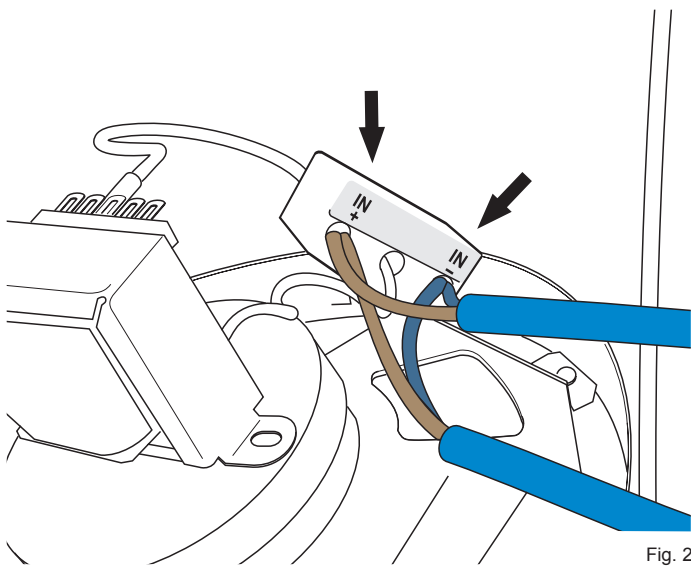

Fig. 2
- A) togliere la vite (A);
- D) collegare le terminazioni della linea alla morsettiere facendo riferimento alle indicazioni riportate nelle fig. 2 e 3;
- F) serrare a fondo la vite (A);
- A) Entfernen Sie die Schraube (A);
- D) Die Endstücke der Leitung an das Klemmbrett anschließen und dabei gemäß den Anweisungen in den Abb. 2 und 3 vorgehen.
- F) Ziehen Sie Schraube (A);
- A) remove the screw (A);
- D) Connect the cable ends of the line to the terminal strip, based on the indications in Figures 2 and 3.
- F) Tighten the screw (A);
- A) Verwijder de schroef (A).
- D) sluit de aansluitklemmen aan op de klemmenstrook aan de hand van de aanwijzingen in fig. 2 en 3;
- F) Draai de schroef (A);
- A) Retirez la vis (A);
- D) Brancher les extrémités de la ligne au bornier en se référant aux indications des fig. 2 et 3.
- F) Serrer la vis (A);
- A) retire el tornillo (A);
- D) conectar los terminales de la línea al tablero de bornes, ajustándose a las indicaciones presentadas en las fig. 2 y 3.
- F) apretar el tornillo (A);